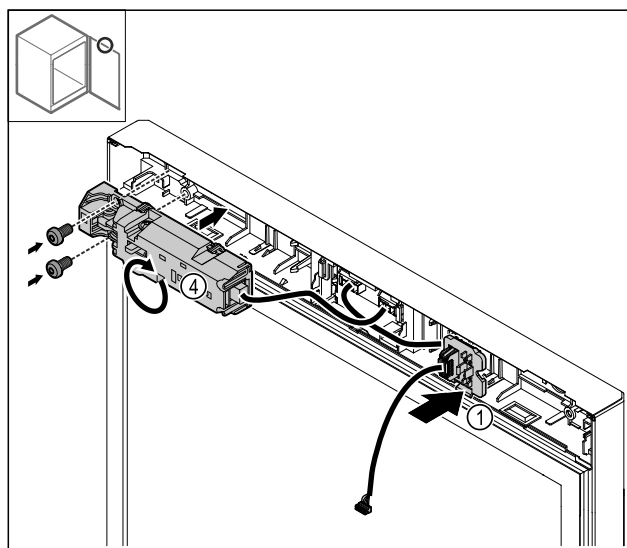

Fig. 28
- ▶ Držalo vtiča Fig. 28 (1) pritrdite na nasprotno stran.
- ▶ Električno ključavnico Fig. 28 (4) obrnite za 180° in jo pritrdite na nasprotno stran.